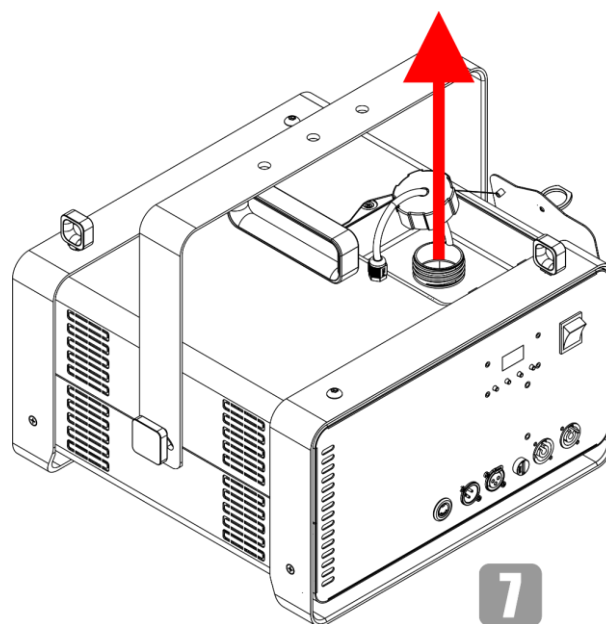

Fig. 14
- 07) Saque el depósito de fluido como se indica en la Fig. 14.